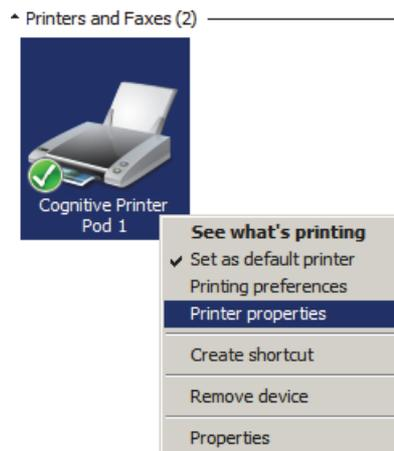

Figura 158: Selezionare Proprietà stampante
4. Fare clic sull'icona della stampante Cognitive pertinente e selezionare **Proprietà stampante** dal menu a comparsa come mostrato in Figura 158.